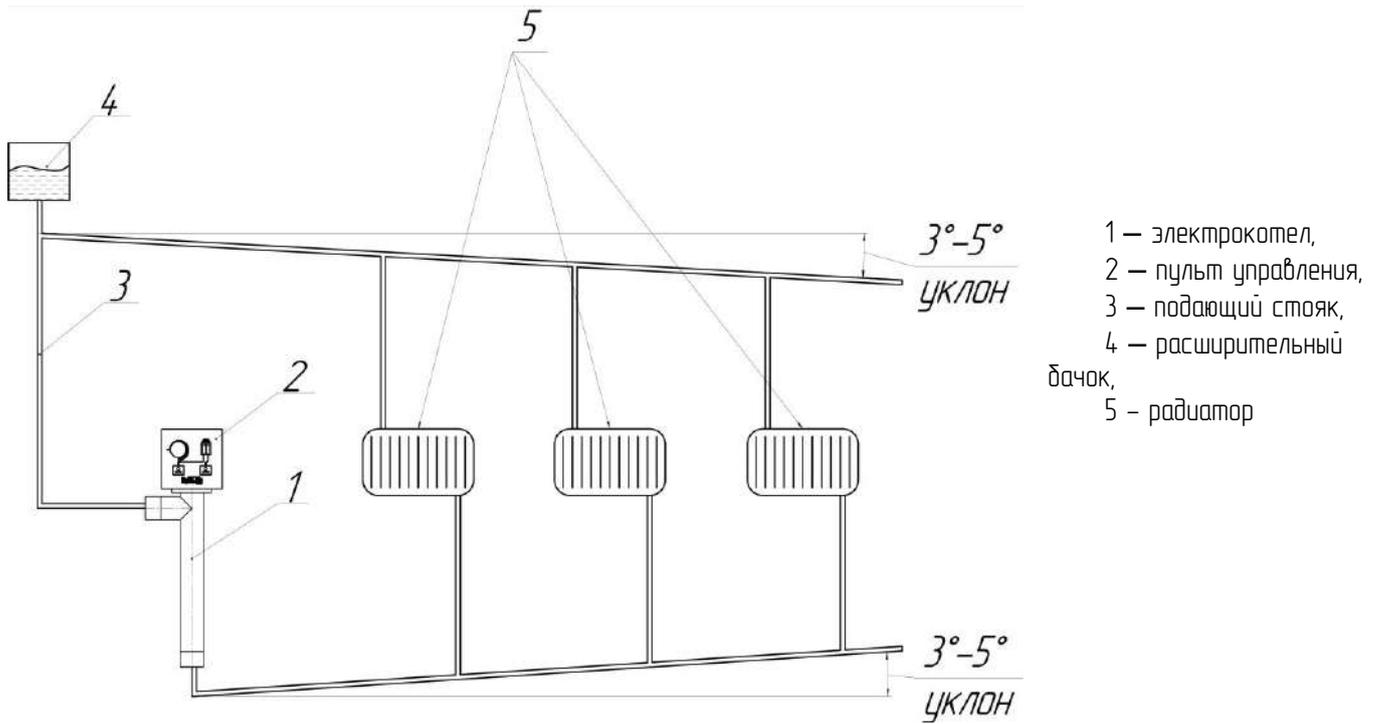

Рис. 5. Примерная схема отопления с естественной циркуляцией жидкости
6.1 Согласно выбранной схеме отопления (рис. 5 или 6) закрепить электрокотел на стене с помощью специальных держателей для труб G2 (dy 50). Минимальное расстояние от электрокотла до сгораемых конструкций 100 мм.